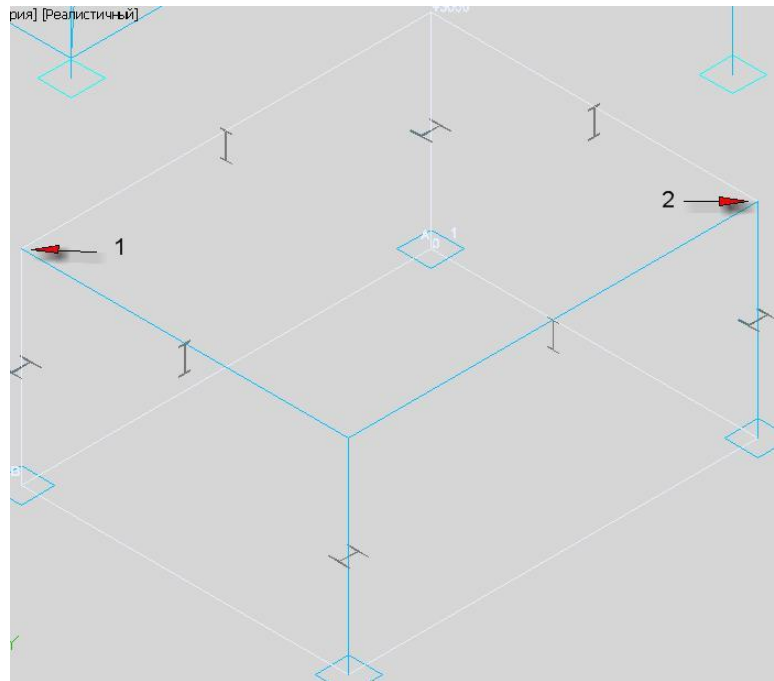

Рис. 56
- Укажите первую и вторую точки диагонали прямоугольника сетки (Рис. 56).